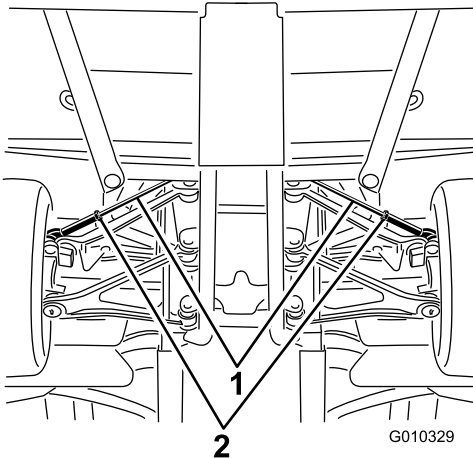

Figure 55
A. Desserrez l'écrou de blocage au centre de la biellette (Figure 55)